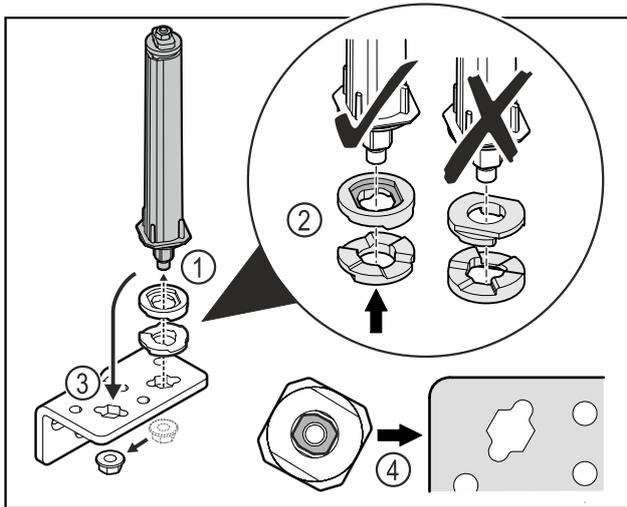

Fig. 34
- ▶ Soltar la tuerca y retirar el sistema de cierre de la puerta Fig. 34 (1).
- ▶ Tener en cuenta la orientación correcta de las arandelas de ajuste de altura Fig. 34 (2).
- ▶ Cambiar la posición del sistema de cierre de la puerta en la escuadra de bisagra y fijar con la tuerca Fig. 34 (3).
- ▶ Tener en cuenta la orientación correcta del sistema de cierre de la puerta al insertarlo Fig. 34 (4).